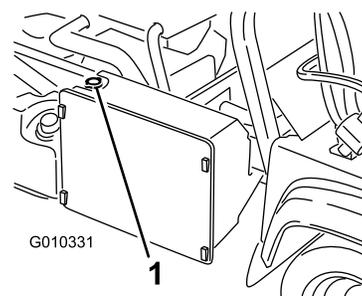

Figura 55
3. Togliete il tappo del radiatore (Figura 55).
4. Rimuovete il tappo del serbatoio di riserva (Figura 55).
7. Finite di riempire il radiatore e rimontate il tappo (Figura 55).